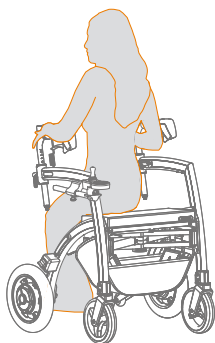

Abbildung 62: Sitzen auf dem Rollatorsitz.
- Setzen Sie sich von hinten auf den Sitz des Rollators (**Abbildung 62**). Stellen Sie immer sicher, dass sich der Rollz Motion Electric Rollator in der Parkposition befindet.